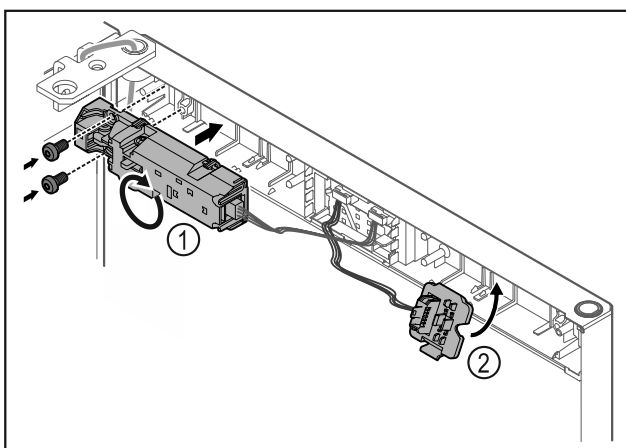

Fig. 16
- ▶ Forgassa el a zárat Fig. 16 (1) 180°-kal, és rögzítse azt az ellenkező oldalon.
- ▶ Reteszelve be a dugófoglatot Fig. 16 (2) az ellenkező oldalon.